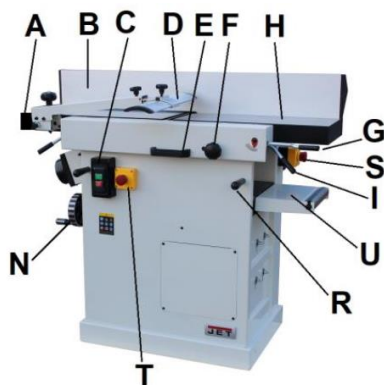

Fig. 1
- N....Manivelle de réglage de la table de rabotage (Fig. 1)
- S....Interrupteur d'arrêt d'urgence (Fig. 1)
Les tables de dégauchissage sont précisément alignées en usine. Elles ne peuvent être chargées que lorsqu'elles sont fermées et que les verrous de la table sont verrouillés (I, Fig. 1), elles risquent sinon d'être endommagées.